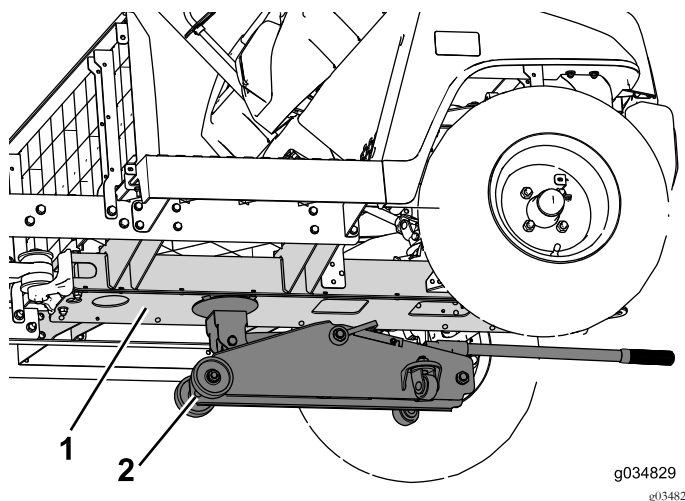

図 15
1. 車体のセンターチャネルをジャッキアップして車体前部を支える 図 15。